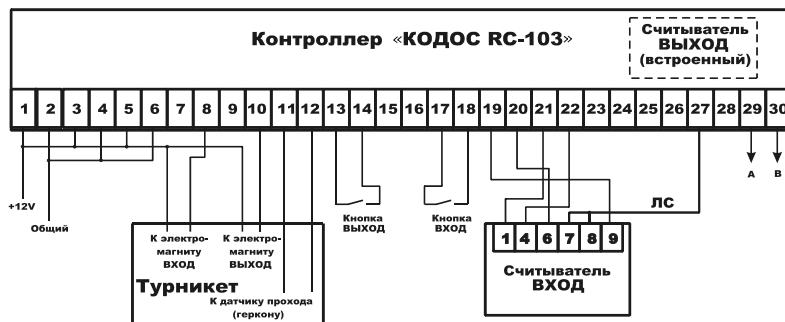

Рисунок 9 – Схема подключения (вариант 1)
- клеммы 7, 8 считывателя 1 при синхронизации подключаются к контакту 27 разъема X3 контроллера (см. рисунок 9).